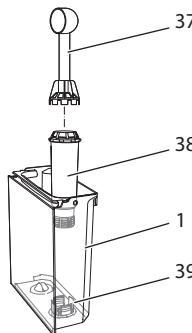

Fig. 18: Vissage/dévisseage du filtre à eau
- Retirer le filtre à eau quand l'appareil y invite. (voir Fig. 18).